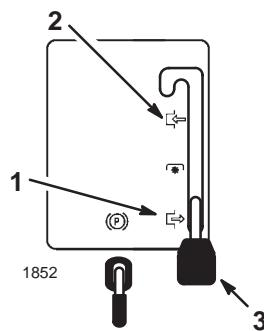

Bild 8
3. Stellen Sie den Zapfwellenantrieb auf Auskuppeln (Bild 8).